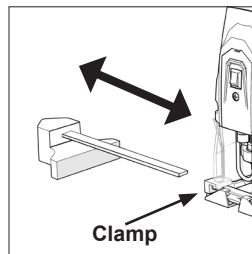

Fig. 11
- Coloque la mordaza en la posición de uso necesaria en el lado izquierdo o derecho de la plataforma de la máquina, justo por delante de la hoja. **(Fig. 11)**.
- Deslice el brazo del carril guía paralelo a través de la mordaza y a través de las dos (2) ranuras rectangulares en la plataforma.